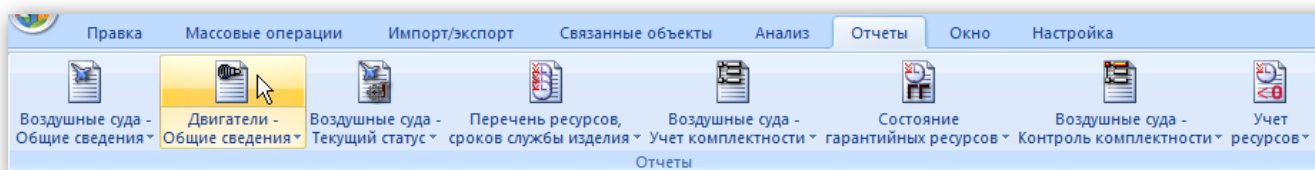

Рис. 13-54 – Вкладка «Отчеты»
- 2) Открыть вкладку «Отчеты» в рабочем окне «Экземпляры» и нажать «Двигатели – Общие сведения» (рис. 13-54).
2) Открыть вкладку «Отчеты» в рабочем окне «Экземпляры» (рис. 13-54), выбрать и нажать на наименование отчета: